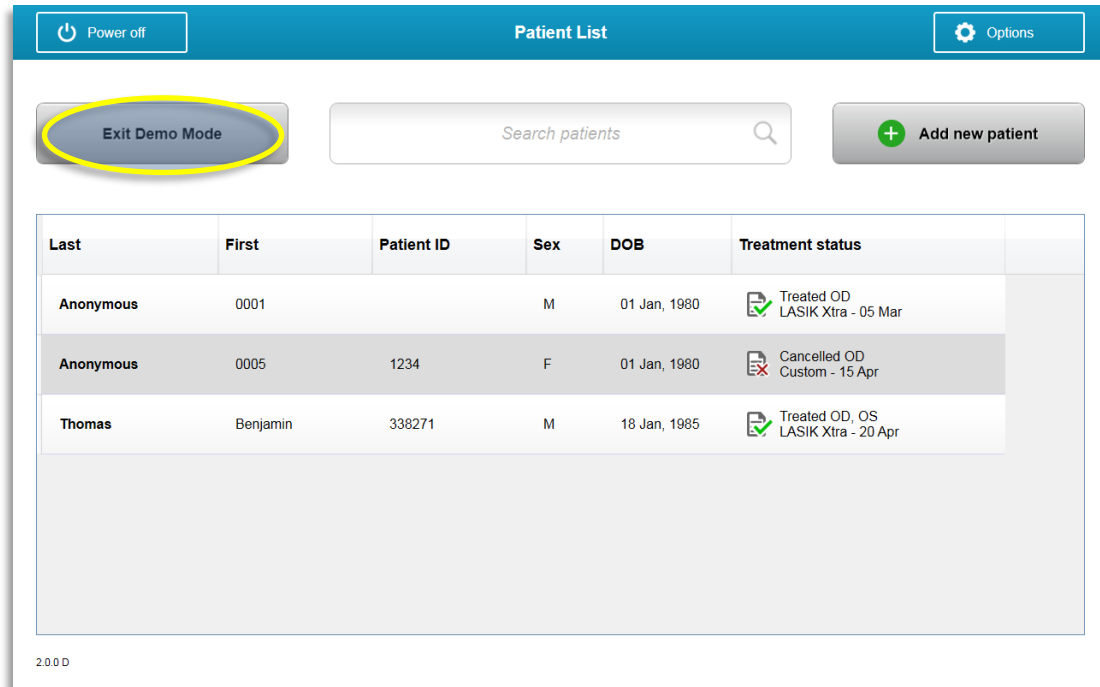
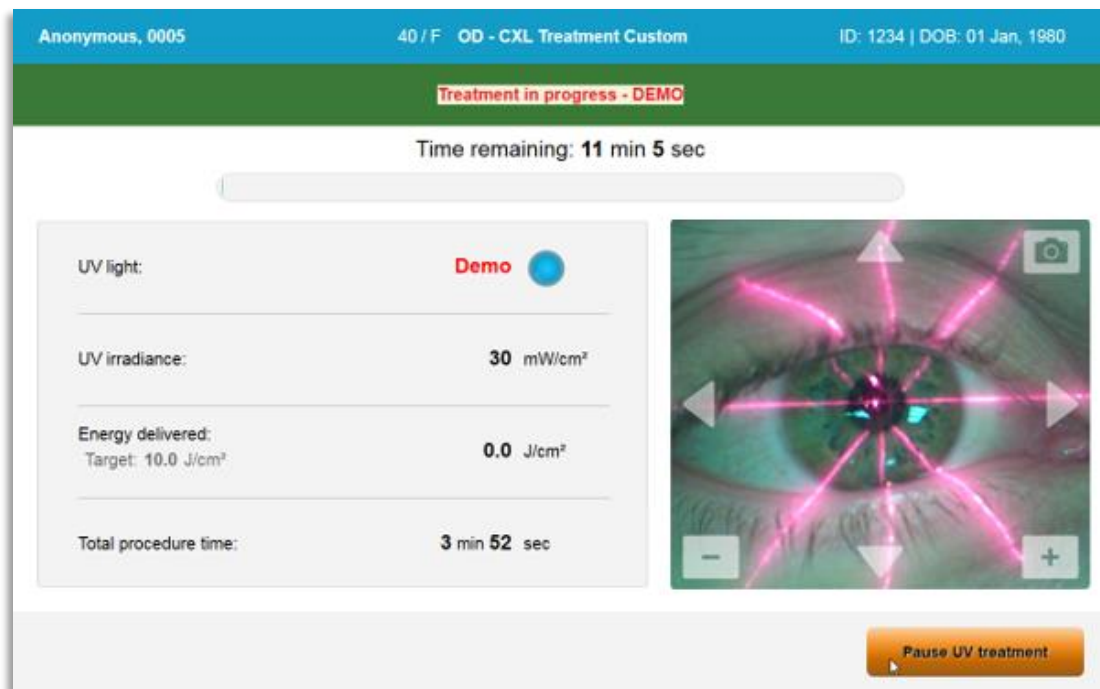

Figura 3-60. Ecranul „Lista pacienților” (Patient List) indică modul Demo
Figura 3-61. Modul Demo este indicat în partea de sus a ecranului
- Ecranele sistemului KXL vor indica faptul că sistemul este în modul Demo, cum se poate vedea în Figura 3-60 și în Figura 3-61.